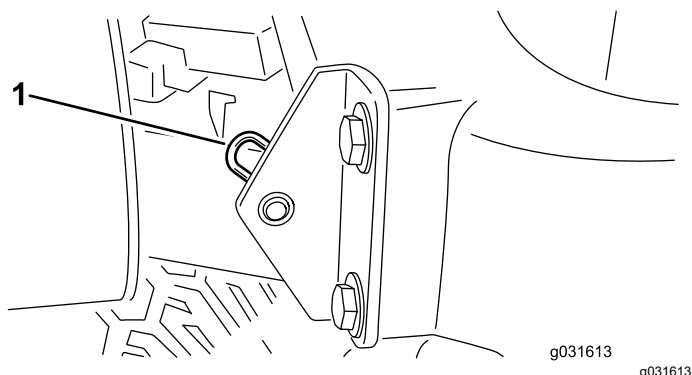

図 30
2. フードのピボット部をブラケットに固定しているヘアピンコッターを抜き取る **図 30**。